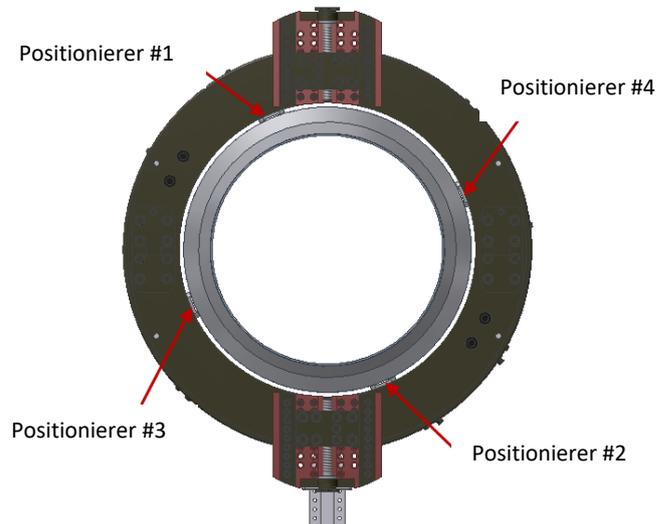

Abbildung 9
- Zwei verstellbare Positionierelemente einander direkt gegenüberliegend leicht anziehen (Positionierer 1 und 2 in Abb. 9), gerade genug, um die Clamshell zu sichern, während versucht wird, sie auf dem Werkstück zentriert zu halten.
Zwei weitere Positionierelemente, die einander direkt gegenüberliegen, leicht anziehen und 90 Grad weg vom ersten Satz von Positionierern (Positionierern 3 und 4 in Abb. 9) schließen. ERST DANN VÖLLIG FESTZIEHEN, wenn die Clamshell in Bezug auf das Rohr sowohl zurichtet als auch zentriert ist.
- Zurichten: Einen Anschlagwinkel auf der Rückseite der Clamshell platzieren, in direkter Linie mit einem Positionierer, den Anschlagwinkel rechtwinklig am Gehäuse und Werkstück halten und die Maschine an vier Stellen um das Rohr herum zurichten (siehe Abb. 9).